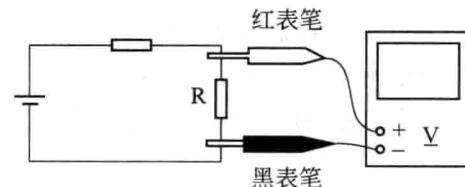

图 1-6 直流电压测量
① 将万用表的转换开关旋至相应的直流电压挡“V”(DCV) 挡位，如果已知被测电压的数值，可以根据被测电压的数值去选择合适的量程，所选量程应大于被测电压，若不知被测电压大小时，可以选择直流电压量程最高挡进行估测，然后逐次旋至适当量程上（使指针接近满刻度或大于  $2/3$  满刻度为宜）。
② 万用表并接于被测电路上，必须注意正、负极性，即红表笔接高电位端（电压的正极），黑表笔接低电位端（电压的负极），如图 1-6 所示。如果不知被测电压极性时，应先将转换开关置于直流电压最高挡进行点测，观察万用表指针的偏转方向，以确定极性；点测的动作应迅速，防止表头严重过载反偏将万用表指针打弯。